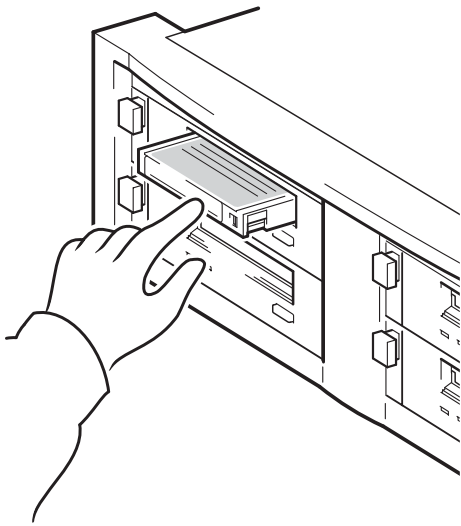

图 10a: hp obdr, 第 1 步
- 1 在已分配到 HP OBDR 的磁带机中插入最新的启动盒式磁带（参见图 10a）。盒式磁带必须通过以 CD-ROM 格式写入数据的备份应用程序来写入。